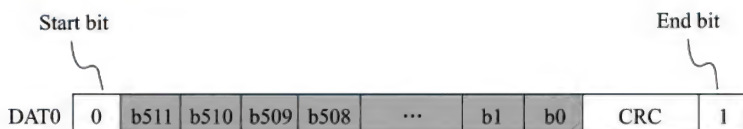
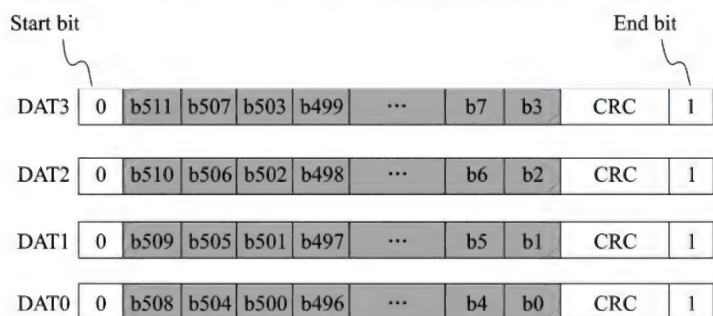

图 10.8 单数据线数据传输长数据形式
图 10.9 四数据线数据传输长数据形式
(2) 长数据形式。数据被看作一串二进制数，MSB 位先发送。单数据和四数据线数据传输长数据形式如图 10.8、图 10.9 所示。
(3) CSD (Card-Specific Data) 寄存器提供了访问卡内容相关的信息, 如卡版本、存储速度、支持的命令集、读写数据块大小、擦除的粒度、文件系统的类型等, 如图 10.8 所示。